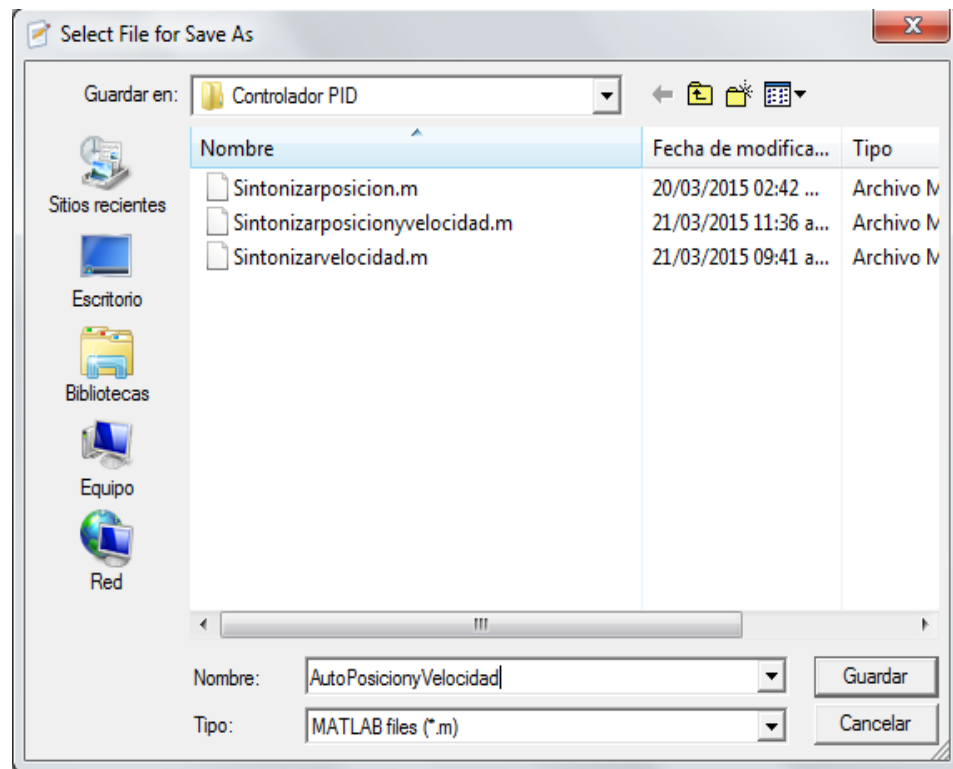

Figura 97. Guardar script para sintonización Posición y Velocidad en cascada.
- Dar click sobre el ícono de play recuadro verde Figura 96, para compilar y guardar. Se genera una ventana para guardar tal como se ve en la Figura 97, nombre al archivo *AutoVelocidadyPosicion.m* y guárdelo en la carpeta *ControladorPID*.